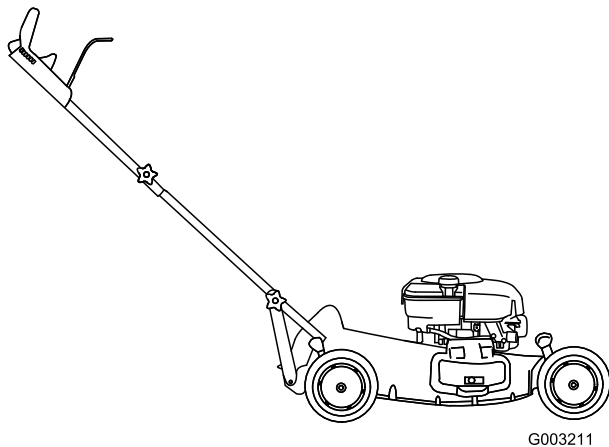

Bild 6
5. Drehen Sie den Griff nach hinten (Bild 6).